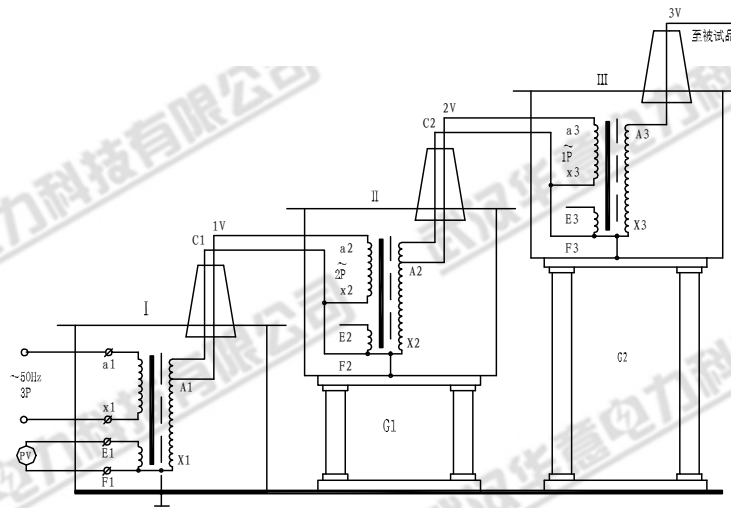

图 5: 三台试验充电器串级接线原理图
3. 三台试验变压器串级获得更高电压的接线原理见图 5。串级高压试验变压器有很大的优越性，因为整个试验装置由几台单台试验变压器组成，单台试验变压器容量小、电压低、重量轻，便于运输和安装。它既然可串接成高出几倍的单台试验变压器输出电压组合使用，又可分开成几套单台试验变压器单独使用。整套装置投资小，经济实惠。图 5 中，在第一级和第二级的每个单元试验变压器中都有一个励磁绕组 A_1 、 C_1 和 A_2 、 C_2 。在串级试验变压器基本原理图中，低压电源加在试验变压器 I 的初级绕组 a_1x_1 上，单台试验变压器 I、II、III 的输出电压都是 V 。励磁绕组 A_1 、 C_1 给第二级试验变压器 II 的初级绕组供电；第二级试验变压器 II 的励磁绕组 A_2 、 C_2 给第三级试验变压器 III 的初级绕组供电。第二级试验变压器 II 和第三级试验变压器 III 的箱体分别处在对地为 $1V$ 和 $2V$ 的高电位上，所以箱体对地是绝缘的，试验变压器 I 的箱体是接地的。这样第一级、第二级、第三试验变压器对地的额定输出电压分别为 $1V$ 、 $2V$ 、 $3V$ ；其额定容量分别为 $3P$ 、 $2P$ 、 $1P$ 。